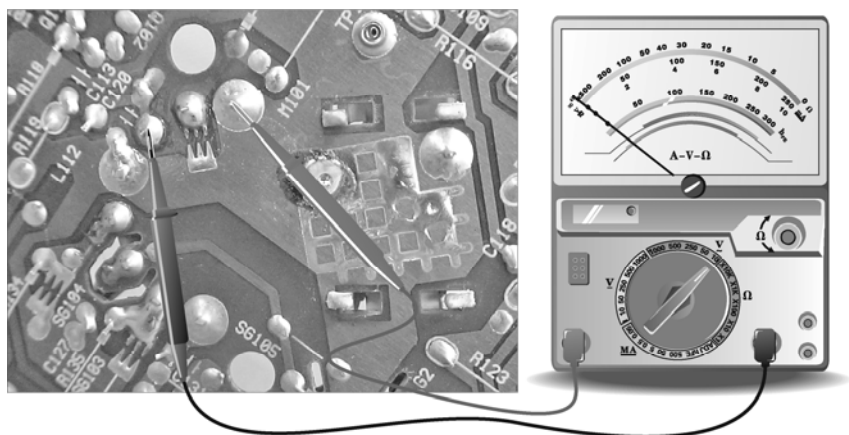

图 2-22 检测显像管插座 M101⑥脚灯丝电压
首先将万用表的旋钮旋至交流“10 V”电压挡，将万用表的黑表笔接触⑦接地引脚，红表笔接触⑥脚，具体检测方法如图 2-22 所示。此时万用表显示的实际数值为 0 V，这时可断定灯丝的供电电压电路出现故障，应检测从电源电路 6.3 V 输出端到灯丝之间电路上的主要元器件，如 6.3 V 供电电路中的 L112、C120 等滤波元件或电源电路部分。